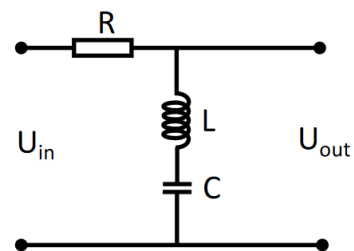

Abbildung 1.32: Dargestellt ist ein RLC -Serieschwingkreis.
4. Baue einen RLC -Serieschwingkreis wie in Abbildung 1.32 mit *LTspice*. Der Widerstand sei $R = 100\text{ }\Omega$, der Kondensator habe eine Kapazität von $C = 10\text{ nF}$ und die Spule eine Induktivität von $L = 10\text{ mH}$.